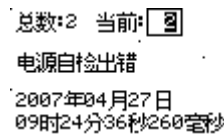

图 5-9 装置告警记录示例
③ 装置告警：包括所有的装置故障告警信息。示例如图 5-9 所示界面。